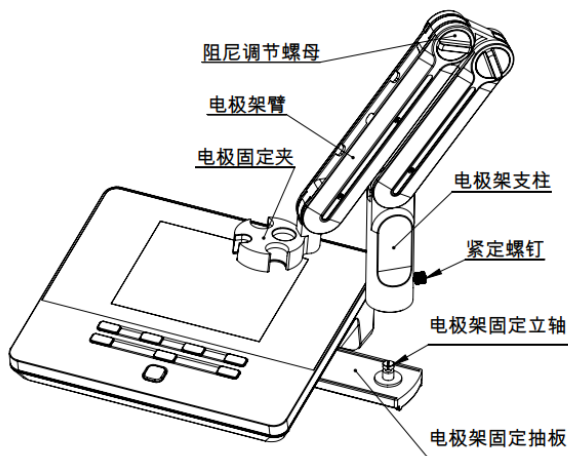

图 4-4 多功能电极支架安装示意图
- 2) 将多功能电极架支柱 (如图 4-4) 按在多功能电极架的立轴上，